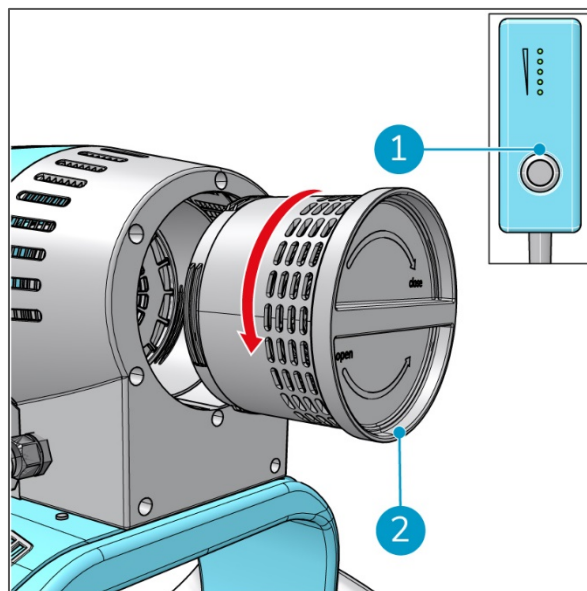

Figura 26
1. Spegnerne i-move 2.5B® dall'interruttore ON/OFF (Figura 26, pos 1).
3. Ruotare l'alloggiamento del filtro (Figura 26, pos 2) in senso antiorario per rimuoverlo dalla parte inferiore di i-move 2.5B.